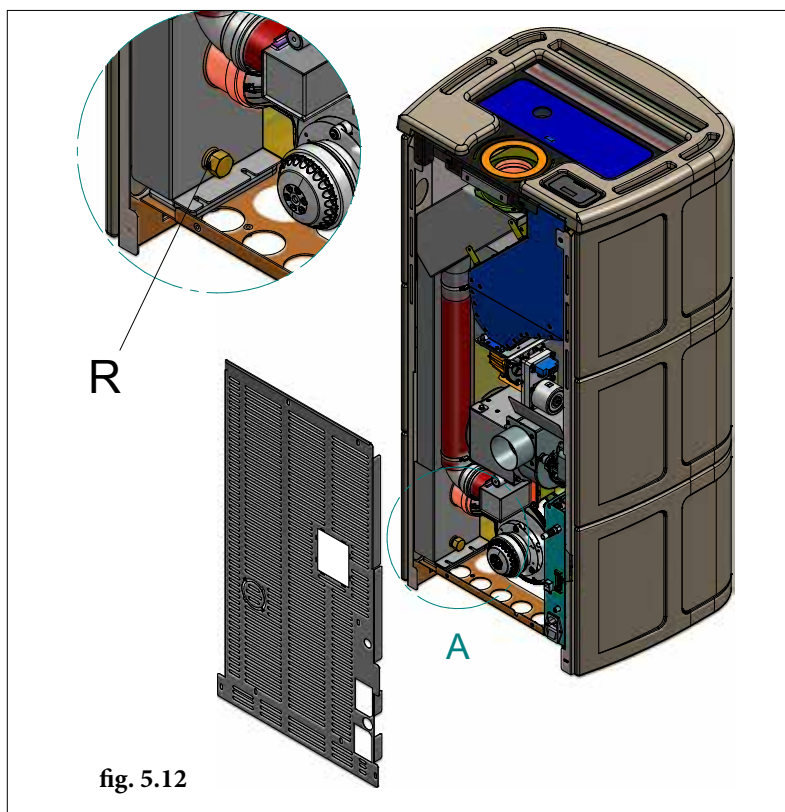

fig. 5.12
5.6.2 Im sehr unwahrscheinlichen Fall, dass es erforderlich sein sollte, ist als weitere Sicherheitsmaßnahme ein Gewindestutzen mit Verschlusskappe vorgesehen, um ein Abflussrohr für Kondenswasser zu verbinden (Fig. 5.12).